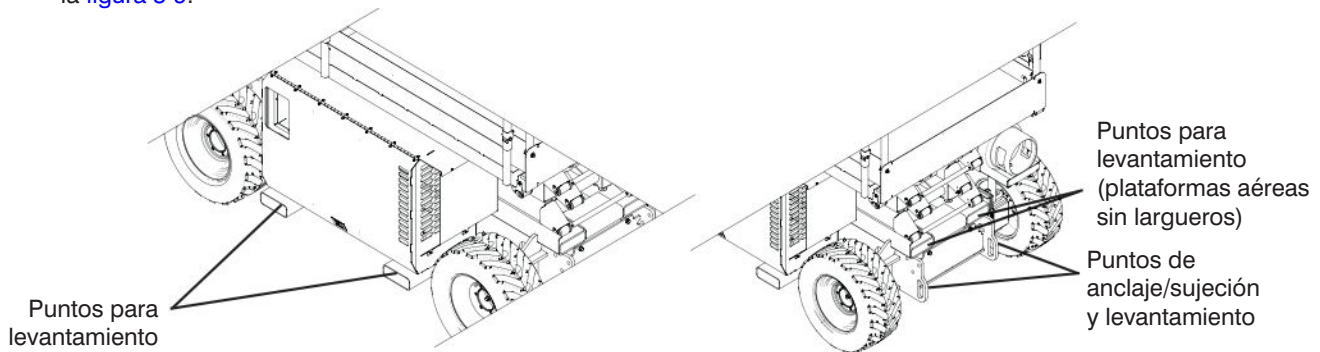

Figura 3-9. Puntos de anclaje/sujeción y levantamiento
- El elemento de anclaje/sujeción y levantamiento debe fijarse a los doce puntos para levantamiento como se muestra en la figura 3-9.
Cuando transporte la plataforma aérea, asegúrela a la plataforma del camión o remolque. Los puntos de anclaje/sujeción están disponibles como se muestra en la figura 3-9.